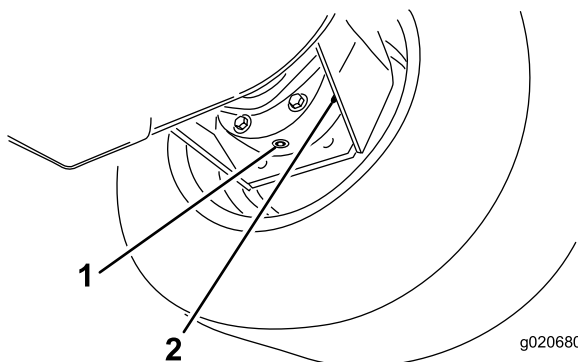

Figura 84
3. Mettete una bacinella sotto la scatola del freno, togliete il tappo di spurgo e lasciate defluire l'olio (Figura 84).